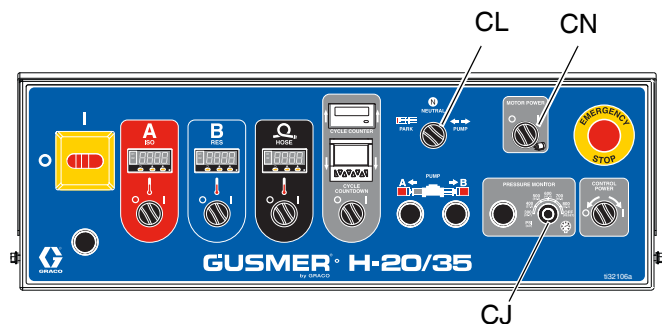

图 39
9. 将压力监测旋钮 (CJ) 置于关闭位置。请参见图 39。
10. 通过打开马达电源开关 (CN) 启动液压马达。